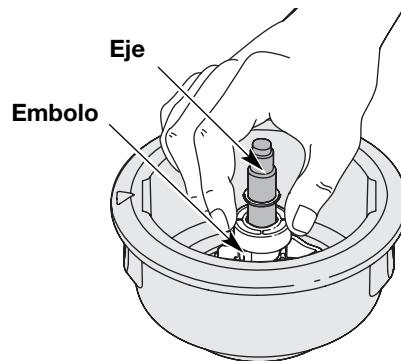

Fig. 25
exterior. Para limpiar el eje debajo del émbolo, empuje el émbolo hacia abajo (Fig. 25). Saque toda la suciedad o residuos del eje.
5. Retire el tapón de llenado de aceite / varilla de medición e inspeccione el nivel del aceite. El aceite debe llegar hasta la parte superior de la varilla de medición (Fig. 25).